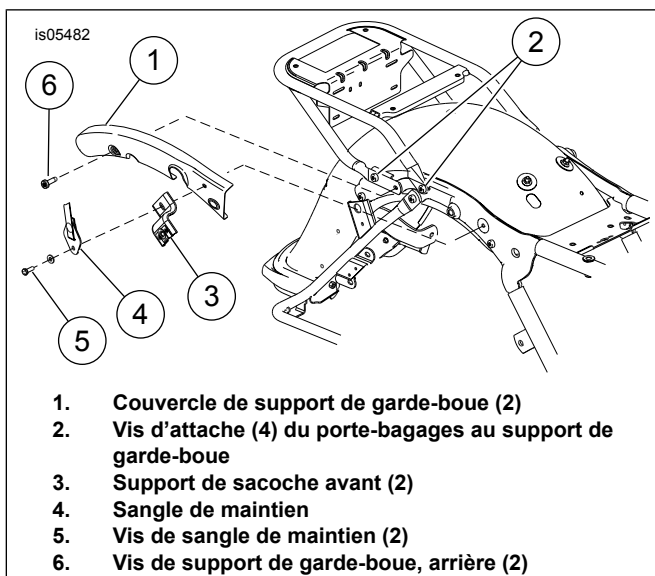

Figure 1. Retirer le porte-bagages
2. Voir Figure 1. Retirer les vis (5) et rondelles de la sangle de maintien, la sangle de maintien (4) et les supports de sacoche avant (3). Conserver les pièces retirées pour l'installation.
3. Retirer et jeter la vis (6) du support de garde-boue arrière et le couvercle (1) du support de garde-boue. Répéter les étapes pour le côté opposé.
4. Enlever les fixations (2) qui attachent le porte-bagages au support de garde-boue de chaque côté.
1. Voir Figure 1. Installer le support de sangle avant (3), la sangle de maintien (4), la rondelle et la fixation de sangle de maintien (5). Serrer à un couple de 16–20 N·m (12–15 ft-lbs).